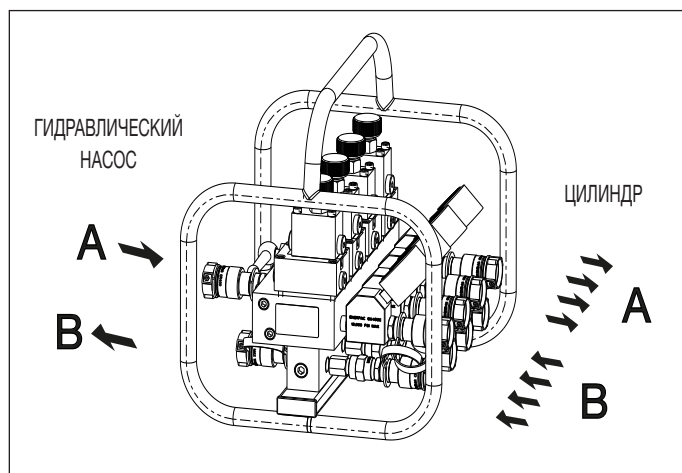

Рисунок 3, Схема подключений коллектора SFM42
- Выдвижение цилиндра: Вращающейся ручкой каждого регулятора расхода выберите необходимый расход на каждый выходной патрубок. Установите перепускной клапан на главном гидравлическом насосе на 1,500 - 2,900 psi [100 - 200 бар] выше, чем рабочее давление в цилиндрах. Работайте гидравлическим насосом и распределительным клапаном так, чтобы поток масла направлялся с регулируемым расходом от гидравлического насоса на входной патрубок «Р» коллектора разделенных потоков. Перед началом операции убедитесь, что клапан опускания закрыт вручную по часовой стрелке. Для выдвижения плунжера поток масла будет направляться от выходного патрубка «А» в большую полость цилиндра (см. рисунок 3). Поток масла будет направлена обратно в бак через отверстие «В».